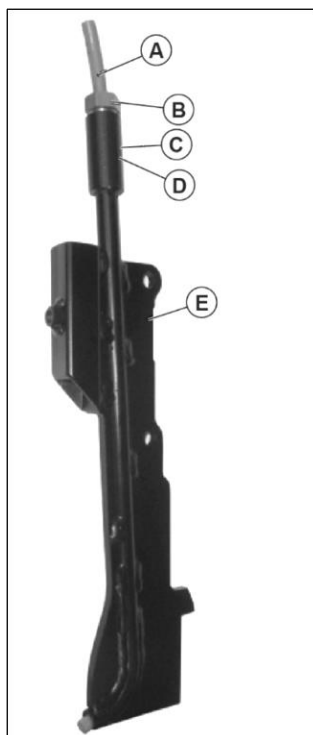

Fig. 4
1. O-ring (D)
2. Afstandsstykke (C)
3. Låsemøtrik (B)
Mens møtrikken er let løsnet, indføres røret (A), indtil det stikker ca. 5 mm ud af den nederste del. Ved dette punkt skal møtrikken spændes med en .17 nøgle, hvorefter røret låses. I fig. 4 kan du se kabelguiden, når den er samlet. Du kan derefter fastgøre kabelguiden på maskinstrukturen.